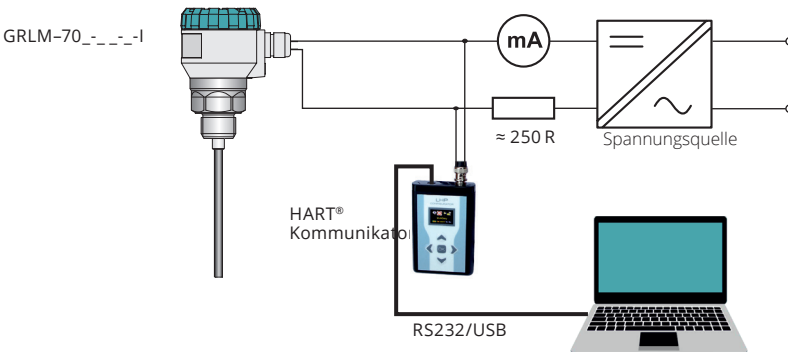
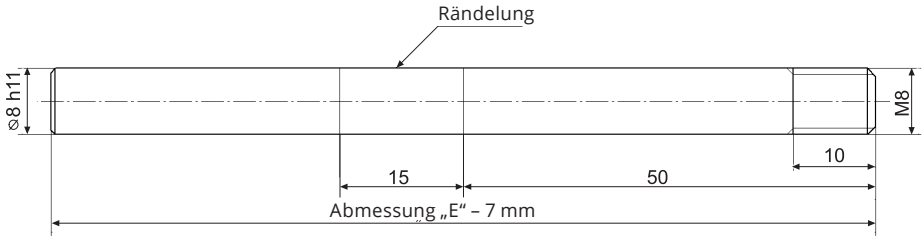

Abb. 28: Anschluss der Peripherie-Geräte mit HART-Protokoll
Abb. 31: Skizze der Messelektrode mit markiertem Anschlussgewinde und mit Rändelung
Zum Einstellen des Füllstandsmessers und Erfassung der Messdaten ist ein HART-Kommunikator erforderlich, über welchen direkte Kommunikation mit dem Füllstandsmesser erfolgen kann oder wodurch die Kommunikation mit einem Peripherie-Gerät vermittelt werden kann, siehe Abb. 28.
2. Auf das Gewinde der nach der Skizze gefertigten Elektrode (siehe Abb. 31) flüssige Schraubensicherung auftragen (die Menge bestimmt der Hersteller). Die verwendete Schraubensicherung muss gewisse Kriterien abhängig von der Anwendung erfüllen, z.B. Beständigkeit gegen hohe Temperaturen, Korrosion, Chemikalien oder muss für den Einsatz in der Lebensmittelindustrie zugelassen sein.
2. Die Stabelektrode mit einer geeigneten Metallsäge kürzen und das Elektrodenende abschleifen. Die Länge der Elektrode muss um 7 mm kürzer als das Maß „E“ in der Abb. 28 sein. Bei der Seilelektrode sind drei Stellschrauben auf dem Gewicht zu lösen und das Seilende herauszuziehen, siehe Abb. 31. Überprüfen Sie die Seillänge nach dem Kürzen – Seil im Gewicht im Abstand von ungefähr 60 mm. Seil am besten mit einem Seitenschneider kürzen. Darauf achten, dass das Seilende nicht ausfranst.